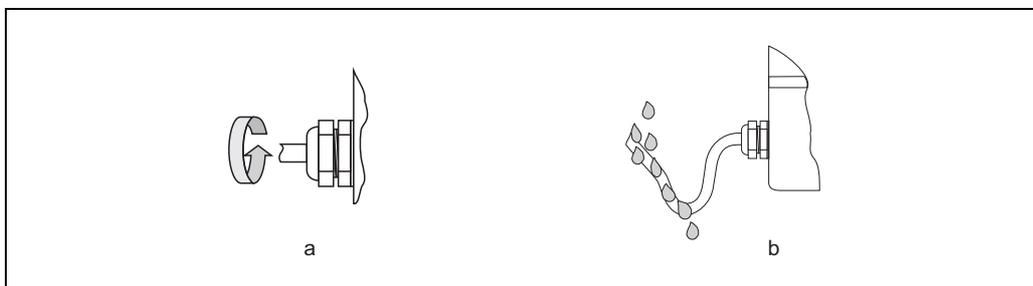

Fig. 26: Conseils de montage pour les entrées de câble
- Les entrées de câble doivent être bien serrées (point **a** → fig. 26).
- Devant l'entrée de câble ce dernier doit être posé en boucle ("poche d'eau") (point **b** → fig. 26). L'humidité éventuelle ne pourra ainsi pas pénétrer via la traversée.